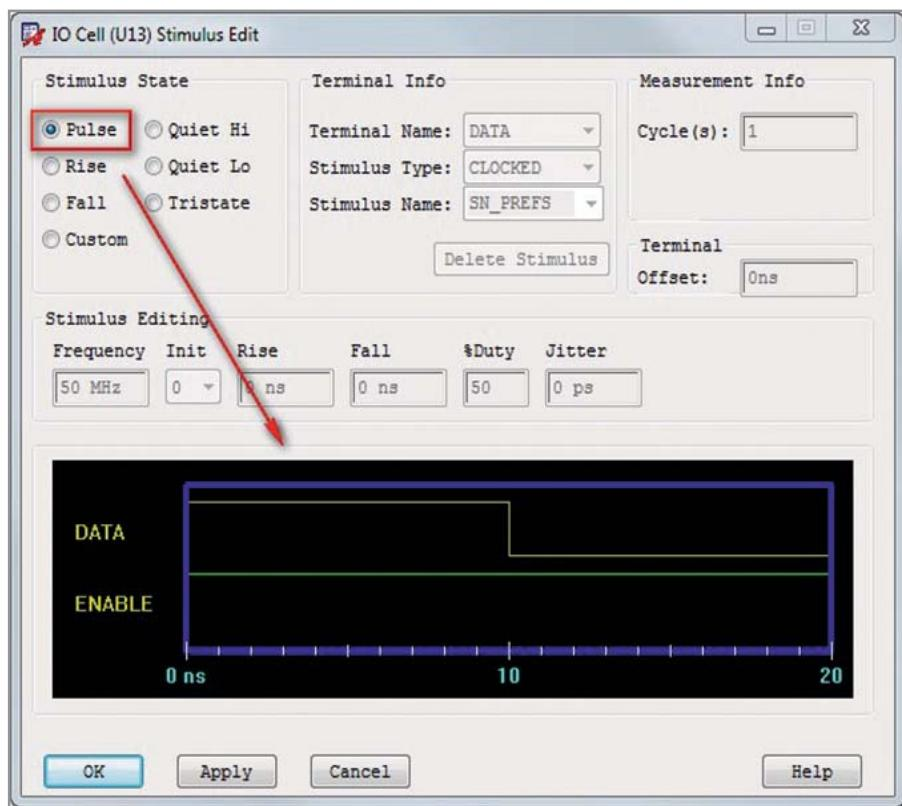

Рис. 3. Настройка источника сигнала в Signal Explorer
5) перед моделированием необходимо настроить параметры сигнала в драйвере. Для этого кликнем текст *TRISTATE* на верхней части символа U13. В появившемся окне в секции *Stimulus State* выберем *Pulse* и нажмем *OK* для завершения настройки (см. рис. 3);